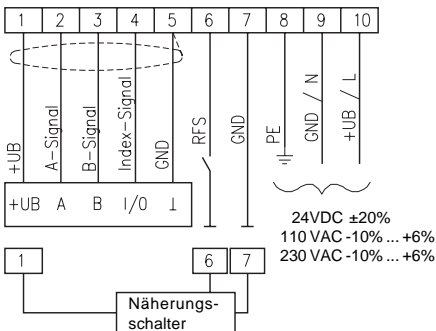

Abb. 2: Anschlussbelegung EG
- PE-Verbindung mit 2.5 – 4 mm2 über PE-Klemme (Abb. 2).